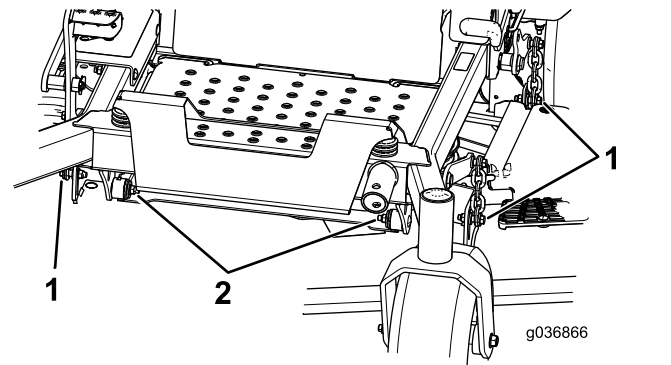

Bild 84
8. Entfernen und bewahren Sie die Schrauben und Muttern an beiden Seiten der Maschine auf (Bild 84).